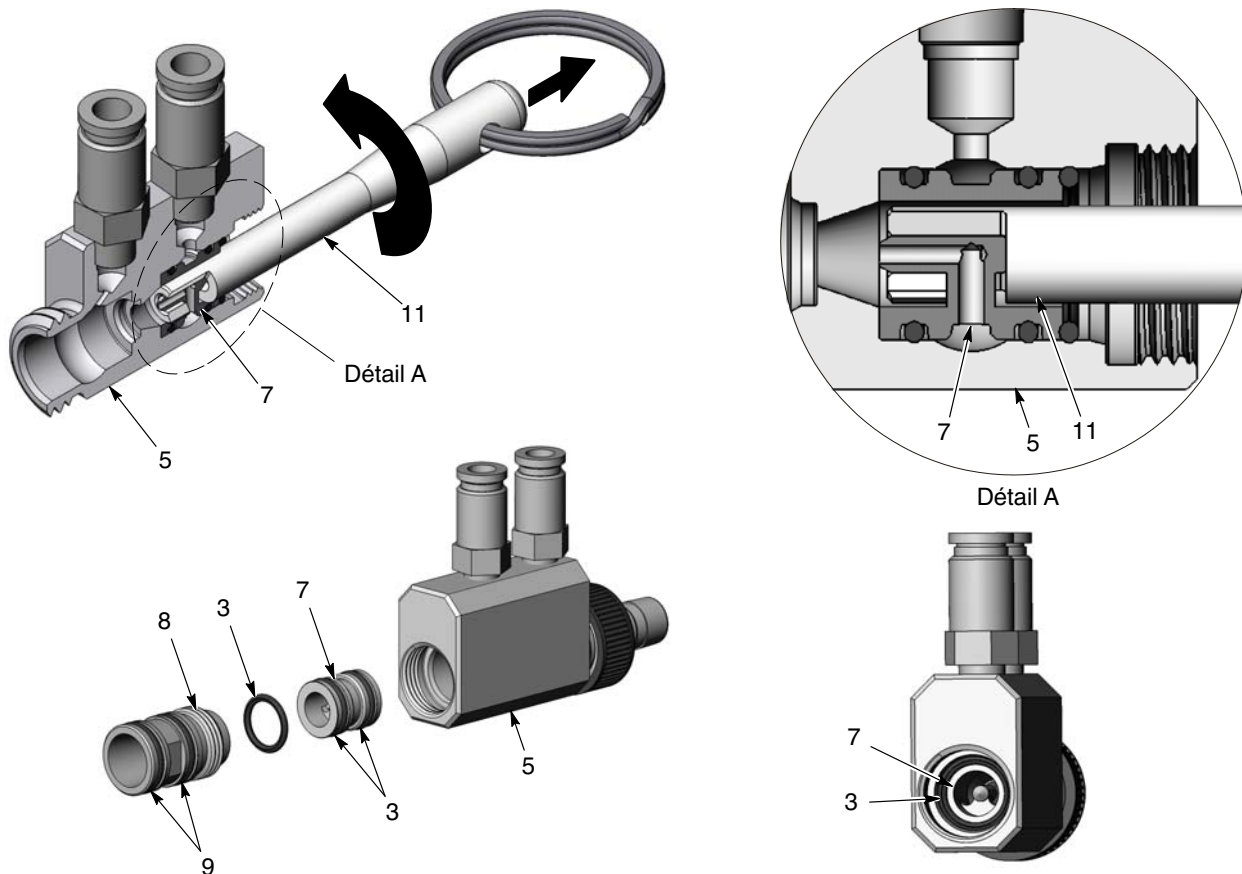

Figure 4 Dépose et installation de l'injecteur
1. Voir la figure 4. Dévisser l'adaptateur d'injecteur (8) du corps de la pompe (5) avec une clé.
2. Insérer l'outil d'extraction (11) dans l'injecteur (7) et le tourner dans le sens des aiguilles d'une montre pour accrocher le mandrin de l'injecteur comme illustré. Tourner l'outil dans le sens des aiguilles d'une montre tout en le tirant pour retirer l'injecteur du corps de pompe.
4. Monter deux joints toriques (3) sur l'injecteur, puis enfoncer l'injecteur dans le corps de la pompe en s'assurant que la buse de l'injecteur est dirigée vers l'extrémité de sortie du corps. L'outil d'extraction peut être utilisé pour appliquer l'injecteur complètement sur le fond de l'alésage du corps de la pompe.
5. Examiner le joint torique (3) et s'assurer qu'il n'est ni endommagé ni tordu. L'insérer dans le corps de pompe et l'appliquer contre l'injecteur. L'extrémité de l'outil d'extraction peut être utilisée pour s'assurer qu'il est bien en place.